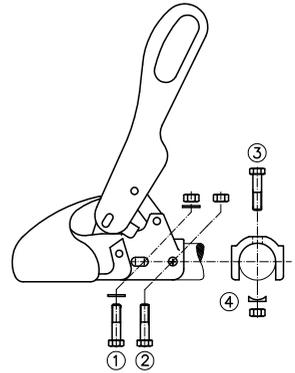

Рисунок 3: присоединение
Шестигранный болт M12x80 для продольного соединения с самостопорящейся гайкой (2) или для перекрестного соединения с самостопорящейся гайкой (3) и упором (4). Крепежный материал (1, 2, 3) входит в комплект поставки, упор (4) нет. Тягово-сцепные устройства WS 3000-H/L / L B это специальное исполнение для набегающих тормозов и монтируются перекрестно-болтовым соединением (1)+(3) с шагом отверстий 40 мм. (Рисунок 3).
2.2 Если тягово-сцепное устройство WS 3000/3500 используется в качестве замены другого сцепного устройства, то при накатных устройствах следует обратить внимание на то, чтобы бамперы были установлены на место согласно предписаниям и чтобы вероятно имеющиеся распорные трубки были вставлены правильно. В качестве вспомогательного средства для WS 3000-D просим использовать входящие в комплект поставки штифты Ø 12x34 мм или Ø 12x49 мм в зависимости от диаметра дышла прицепа. Для WS 3500-D Ø 14x63 мм использовать штифты как пробой при демонтаже крепежного болта (2) или (3) (Рис. 3) в зависимости от вида крепления бампера и во время монтажа/демонтажа ТСУ вставлять в трубу дышла для центровки бампера. При установке нового крепежного болта штифты следует удалить.